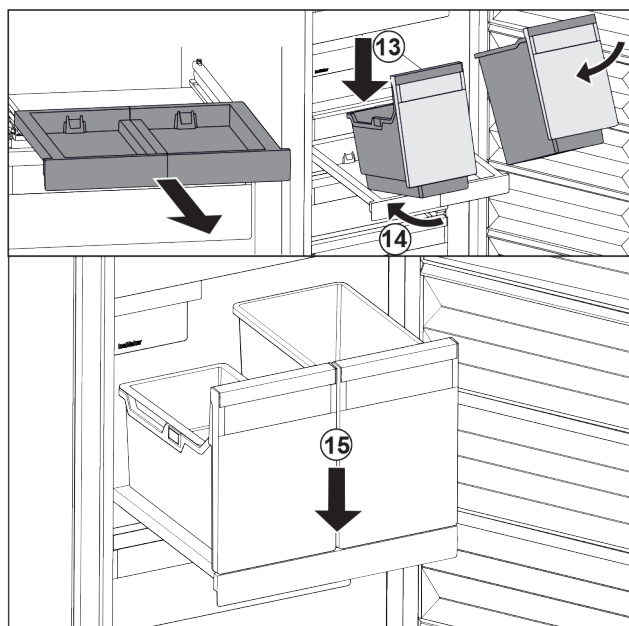

Fig. 124
- ▶ Nasadte nádobu šikmo na vysouvací desku. Fig. 124 (13)
- ▶ Zasuňte nádobu šikmo dozadu. Fig. 124 (14)
- ▶ Usadte vpředu nádobu. Fig. 124 (15)